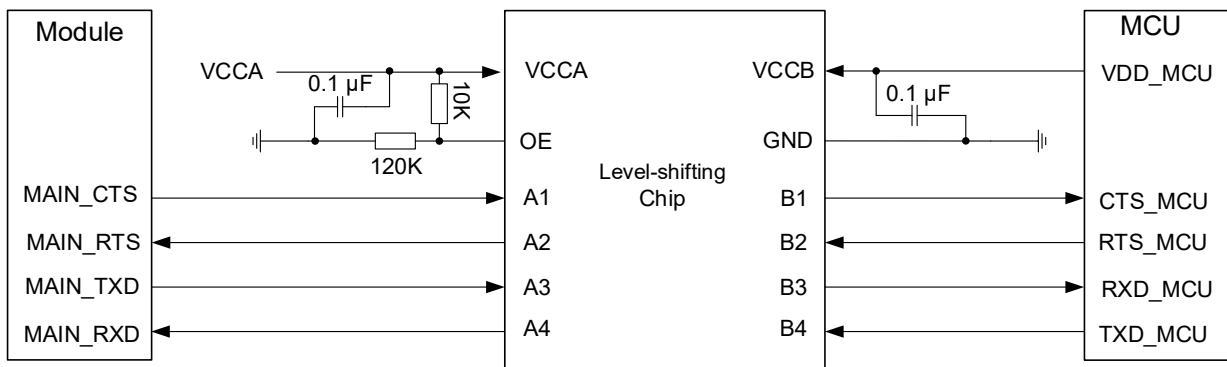
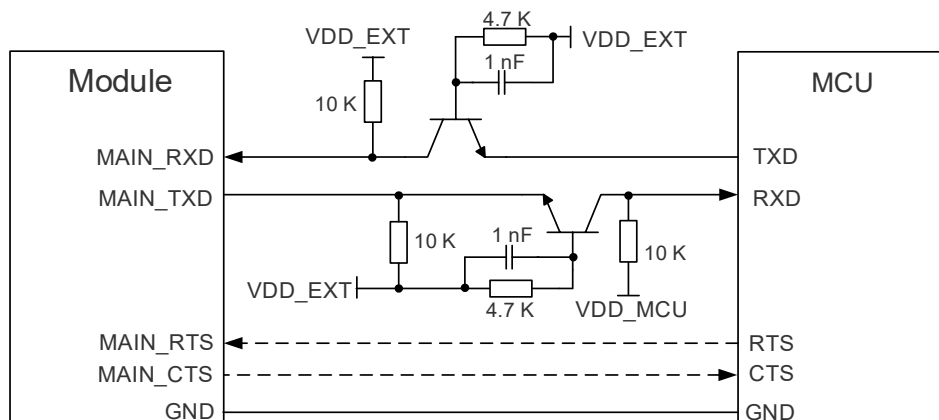

图 20: 电平转换芯片参考电路（主 UART）
图 21：晶体管电平转换电路参考设计图（主 UART）
3. 电平转换参考电路（图 20 和图 21）以主 UART 为例，调试 UART 和辅助 UART 的电平转换电路与主 UART 连接方式相同。